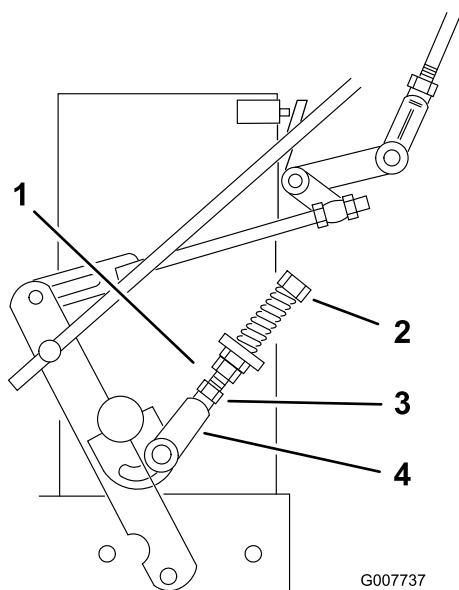

Figura 34
9. Se le ruote girano mentre tenete la leva della trazione in FOLLE, la tiranteria di comando di folle deve essere regolata (Figura 34). Se la ruota di ferma passa al punto 12.
10. Allentate il dado contro la forcella della tiranteria del comando di folle (Figura 34).
11. Regolate la tiranteria del comando di folle fino a quando la rispettiva ruota della trazione non si arresta mentre la leva della trazione viene tirata contro la molla di folle (posizione di FOLLE) (Figura 34).
12. Girate il bullone di regolazione di circa 1/4 di giro in senso orario se la ruota gira all'indietro o di circa 1/4 di giro in senso antiorario se la ruota gira in avanti (Figura 34).